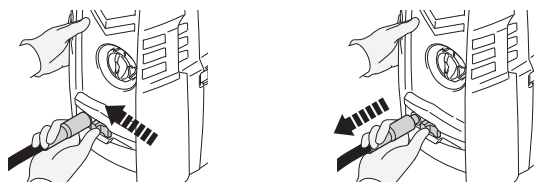

Fig. 26
- Presione el botón de desconexión rápida de la manguera de alta presión (15) para liberarla y tire de ella para desconectarla de la salida de agua (4) de la máquina (Fig. 26).